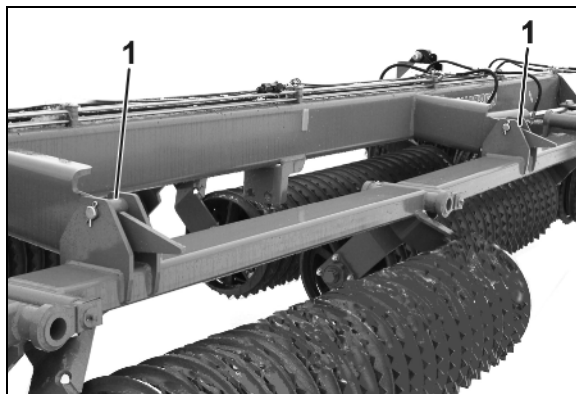

Рис. 28
- Отрегулируйте высоту агрегата с помощью блока управления и гидравлического привода нижних тяг трактора таким образом, чтобы при складывании консоли фиксировались в положение транспортировки (Рис. 28/1).